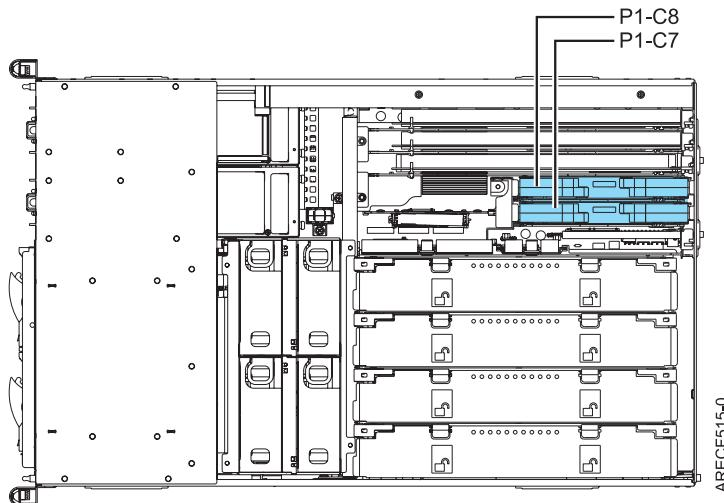

図1. スロット PI-C7 および PI-C8 の平面図
8. GX アダプターを取り付ける適切なスロットを見つけます。プロセッサー・カードが 1 枚しかない場合は、3 ページの図 1 に示すように、フィーチャー・コード (FC) 5616 (GX+) アダプターを使用してスロット P1-C8 を選択する必要があります。2 枚のプロセッサー・カードが取り付けられている場合は、P1-C7 によって GX アダプターもサポートされます。FC 5609 (GX++) DDR アダプターを使用するには、2 枚以上のプロセッサー・カードが必要です。